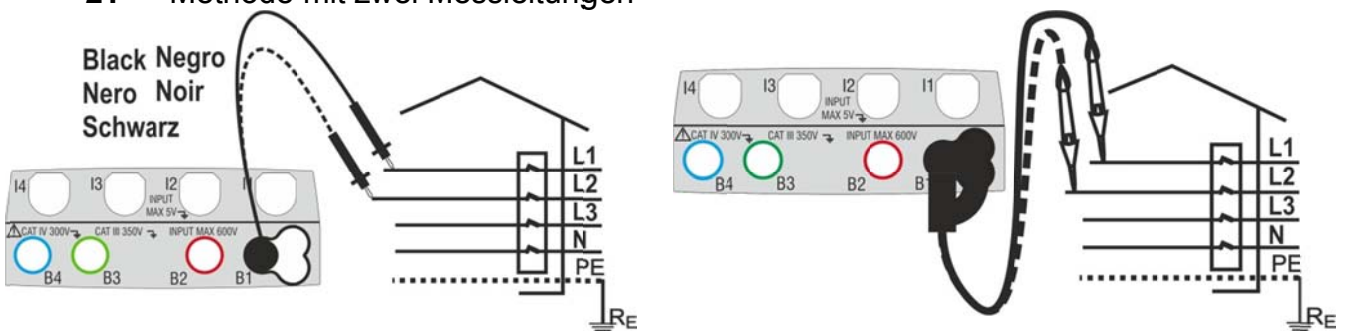
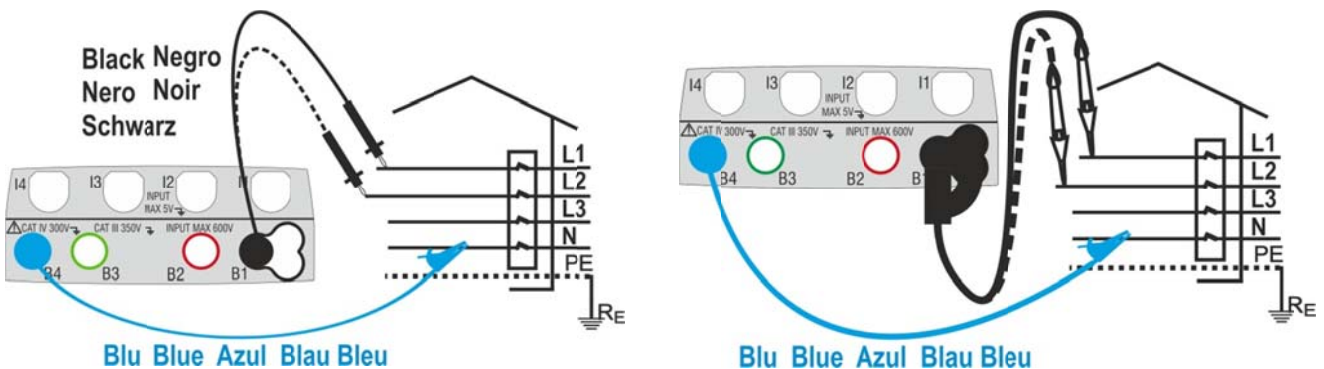

Abb. 23: Geräteanschluss zur Messung der Drehfeldrichtung mit einem Messkabel und Tastkopf
Abb. 24: Geräteanschluss zur Messung der Drehfeldrichtung mit zwei Messkabeln und Tastkopf
3. Führen Sie den blauen und schwarzen Stecker der Messleitungen in die entsprechenden Eingangsbuchsen B4 und B1 des Messgerätes (2T Messung) ein. Führen Sie an den freien Kabelenden die entsprechenden Krokodilklemmen oder Messleitungen ein. Sie können auch den Tastkopf benutzen, indem Sie dessen mehrpoligen Steckverbinder in die Eingangsbuchse B1 einführen. Verbinden Sie die Krokodilklemmen, die Messkabel oder den Tastkopf mit der Phase L1 und N wie in Abb. 23 und Abb. 24.
Verbinden Sie die Krokodilklemmen, die Messkabel oder den Tastkopf mit der Phase L2 und N wie in Abb. 23 und Abb. 24.